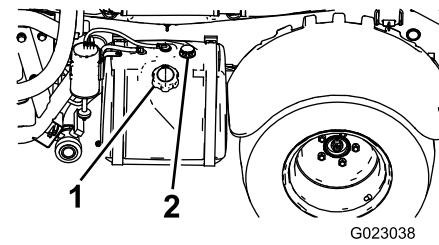

Figura 12
- Limpie la zona alrededor del tapón del depósito de combustible (Figura 12).